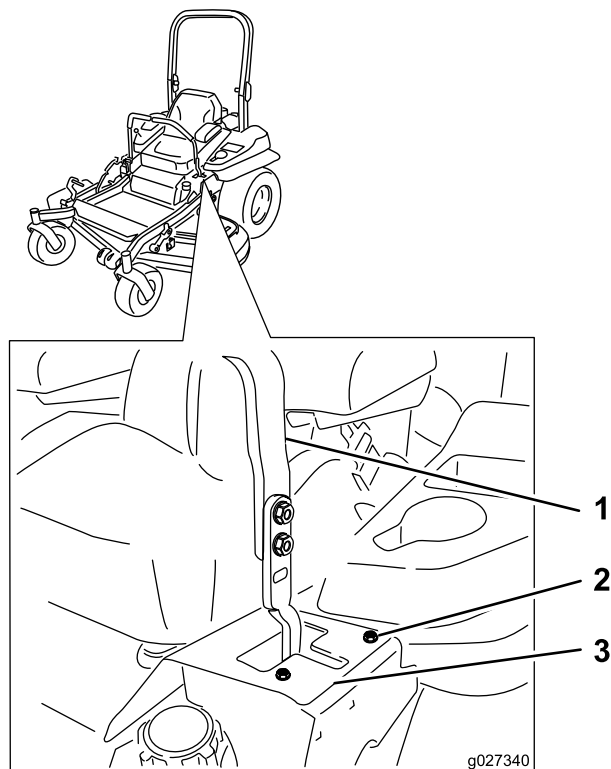

Figure 59
- Si elle se déporte à gauche, desserrez les boulons et déplacez la plaque de butée droite en arrière sur la fente en T droite, jusqu'à ce que la machine se déplace en ligne droite (Figure 59).
- Serrez les boulons de la plaque (Figure 59).
- Si elle se déporte à droite, desserrez les boulons et déplacez la plaque de butée gauche en arrière sur la fente en T gauche, jusqu'à ce que la machine se déplace en ligne droite (Figure 59).